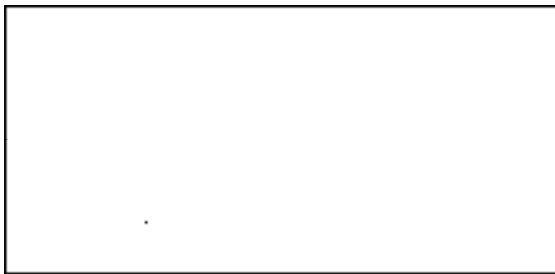

图 13-16 插入窗图形
- 3) 根据命令行的提示，分别点取窗大致的位置和开向，插入窗图形的结果如图 13-16 所示。